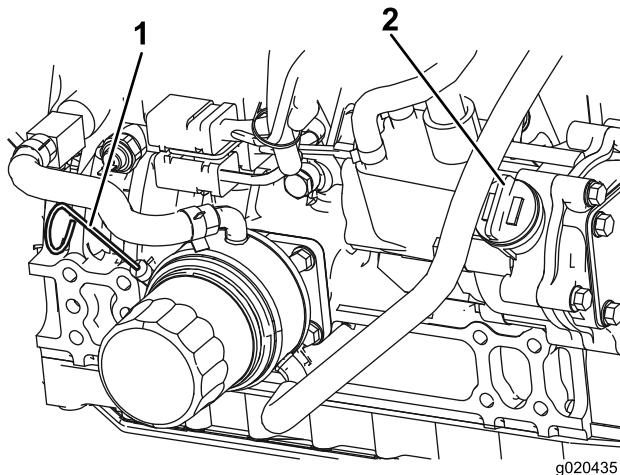

Figura 10
3. Togliete l'asta di livello, pulitela strofinandola, rimettetela nel tubo ed estraetela di nuovo. Il livello dell'olio deve essere tra la tacca di pieno (Full) e quella Add (Figura 10).
4. Se il livello dell'olio è basso, rimuovete il tappo di riempimento (Figura 10) e aggiungete olio fino a quando il livello non è compreso tra la tacca di pieno (Full) e quella Add. **Non riempite troppo..**